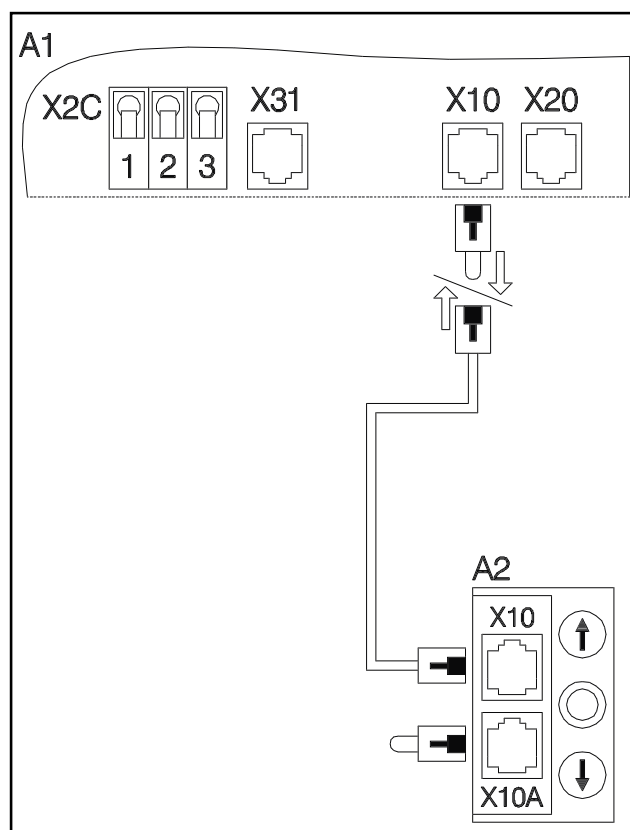

Fig. 4: Tilkopling av berøringsbryteren
- Tilslutt berøringsbryteren med styringen slik dette er vist på fig. 4.